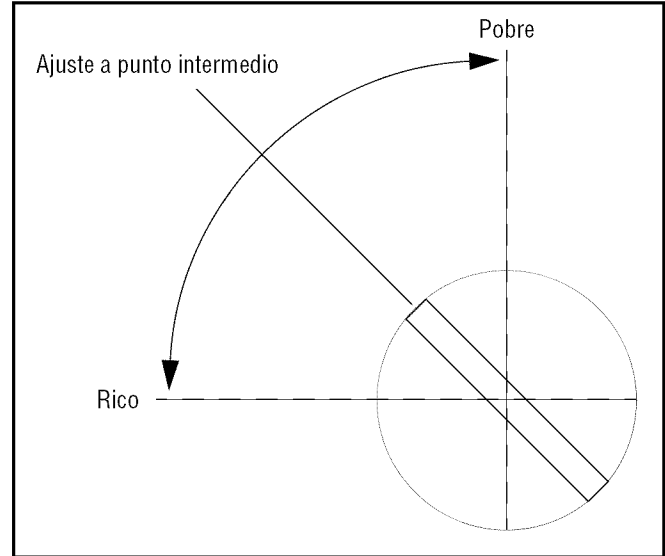

Figura 17
2. **Ajuste del tornillo de combustible en ralentí baja:** Coloque el regulador en la posición “**ralentí**” o “**lenta**”. Gire el tornillo de mezcla de combustible en ralentí baja en sentido contrario a las agujas del reloj a partir del ajuste preliminar hasta que disminuya la velocidad del motor (rica). Observe la posición del tornillo. Ahora, gire el tornillo de mezcla en sentido de las agujas del reloj. La velocidad del motor puede aumentar, luego disminuirá cuando el tornillo se gire (pobre). Observe la posición del tornillo. Coloque el tornillo de regulación mitad de camino entre los ajustes rico y pobre. Vea la Figura 17.